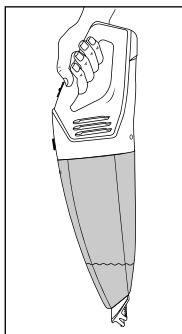

Fig. 3
- Après avoir aspiré des liquides, portez toujours l'appareil avec l'embout pour aspiration de liquides **1** pointant vers le bas (voir fig. 3):